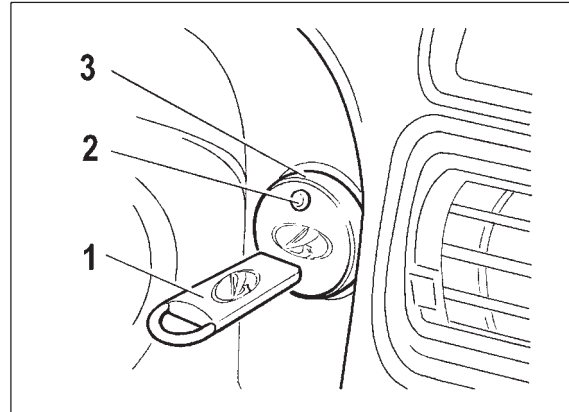

Рис. 22. Панель приборов (фрагмент)
1. После открытия какой-либо двери или кратковременного включения зажигания (если выключатель в двери неисправен) иммобилизатор на 30 с переходит в режим “готовность к считыванию кода” - световой индикатор 2 (рис. 22) датчика-сигнализатора 3 мигает с удвоенной частотой.